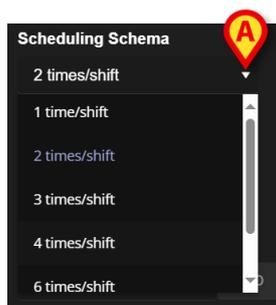

Fig 27
- Haga clic en la flecha indicada en la Fig 27 **A**. Se abre un menú desplegable.
En Fig 27 la actividad está configurada para realizarse un número determinado de veces (como mínimo) por turno. La opción elegida indica el número mínimo de veces que debe realizarse la actividad durante un mismo turno para que se considere correctamente ejecutada. Es decir, es posible (y es correcto) realizar la acción más de lo indicado en el esquema.